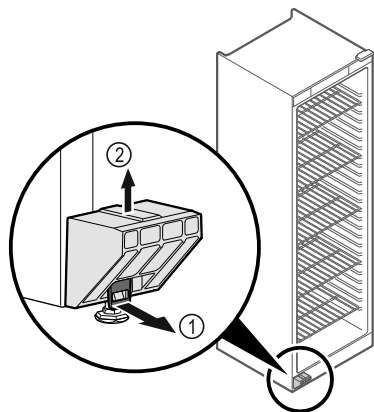

Fig. 1
- ▶ Húzza előre felé a kötlemet Fig. 1 (1).
- ▶ A szállítási biztosítót Fig. 1 (2) felfelé húzza le.